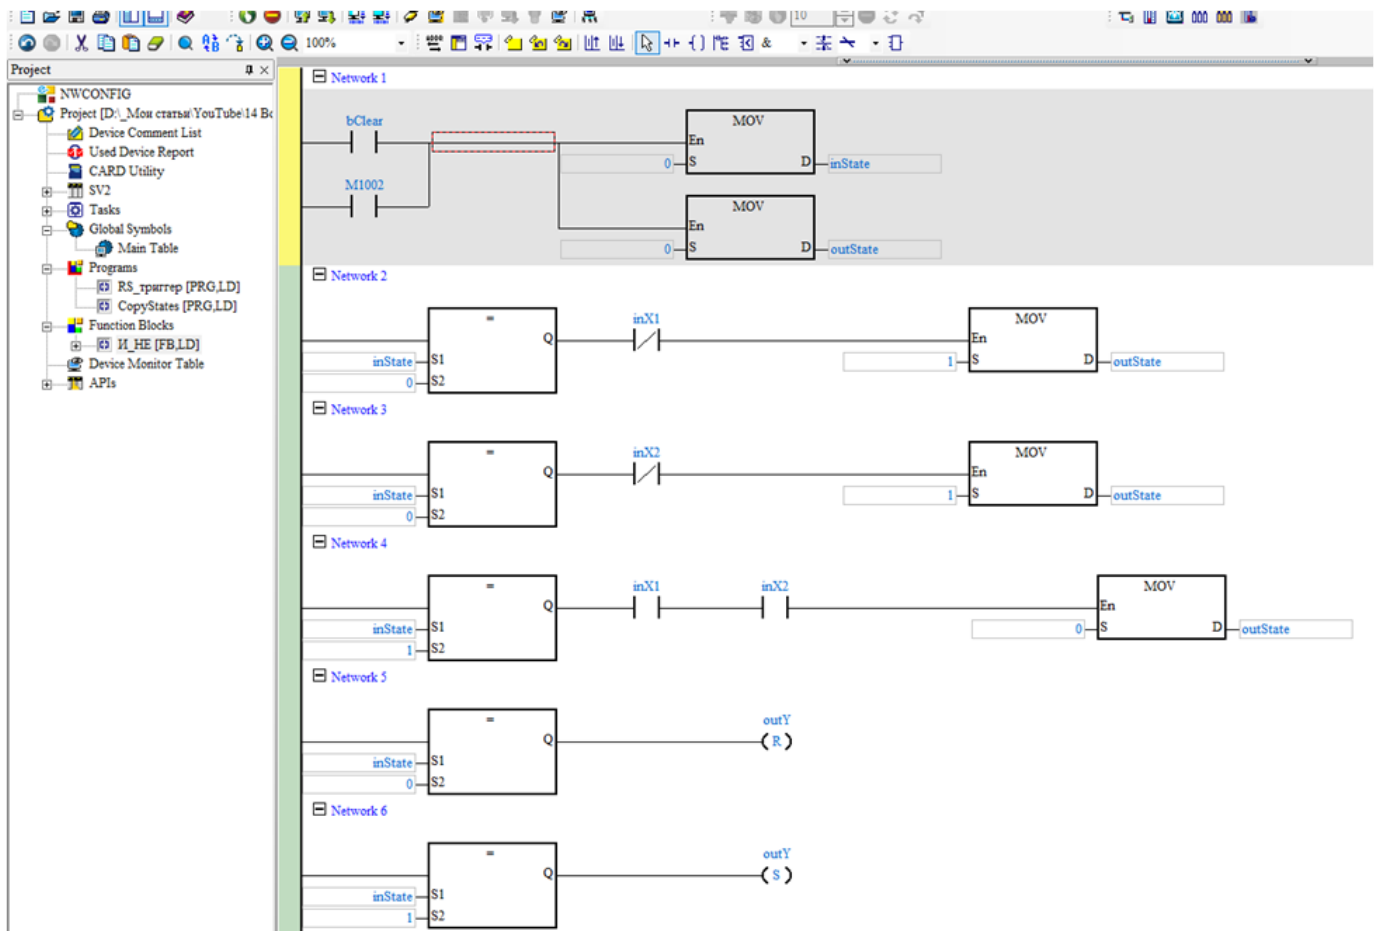
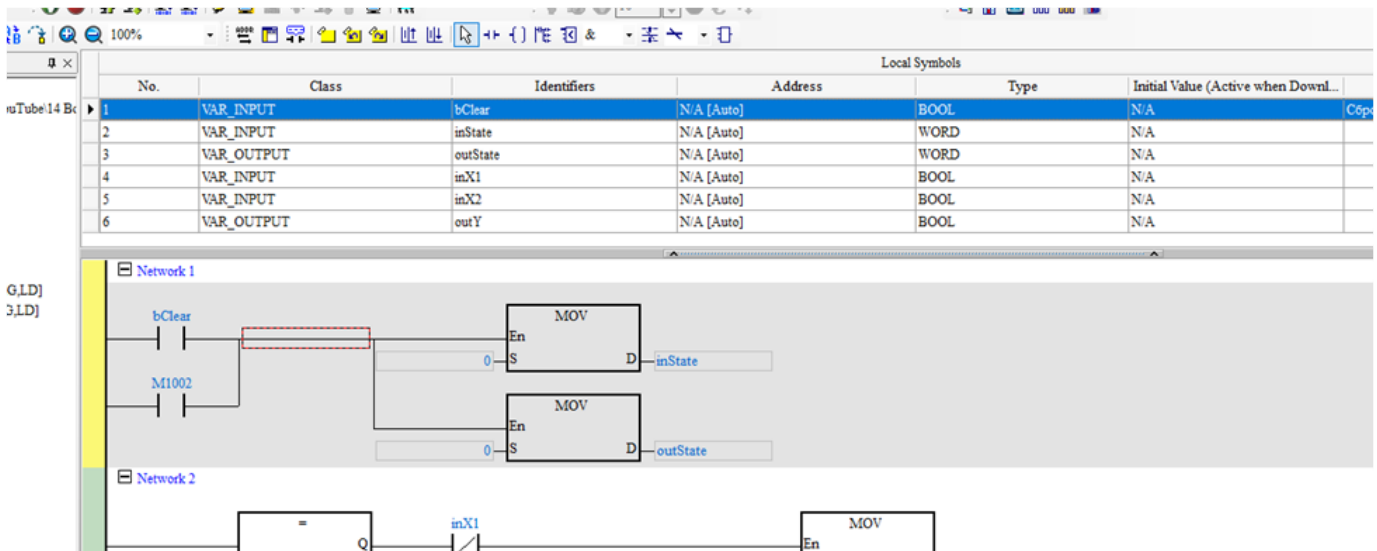

Рис. 4. Реализация элемента И-НЕ на языке LD
Рис. 5. Переменные FB И\_НЕ
Модель элемента И-НЕ реализована в форме функционального блока (FB). Его программная реализация на языке LD приведена на рис. 4. Переменные, назначенные функциональному блоку, представлены на рис. 5 (на рис. 4 они скрыты).
Так же на рис.4 наблюдается нарушения правила единого выхода, что в разных контроллерах - неопределенное поведение (например выход будет моргать по ходу исполнения логики в Allen-Bradley, а в Сименсе не будет)
В-третьих, на рис.4 нет нарушения правила единого выхода, но есть ошибка, цепи Network 2 и 3 фактически не будут работать, состояние переменной outState будет определяться цепью Network 4.